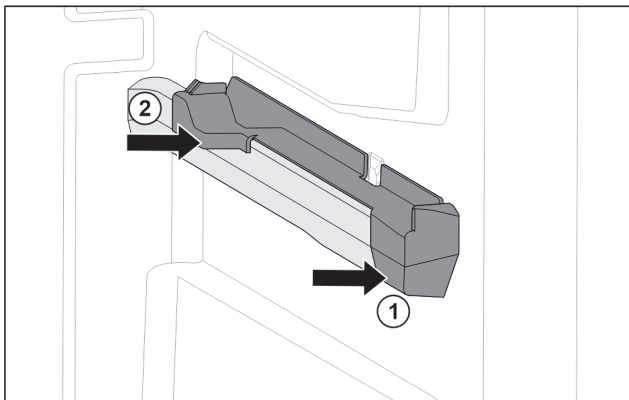

Fig. 70 Násuvný diel na pravom rebre nádoby
- ▶ Nasadte násuvný diel vpredu na rebro nádoby. Fig. 70 (1)
- ▶ Pritlačte násuvný diel vzadu. Fig. 70 (2)